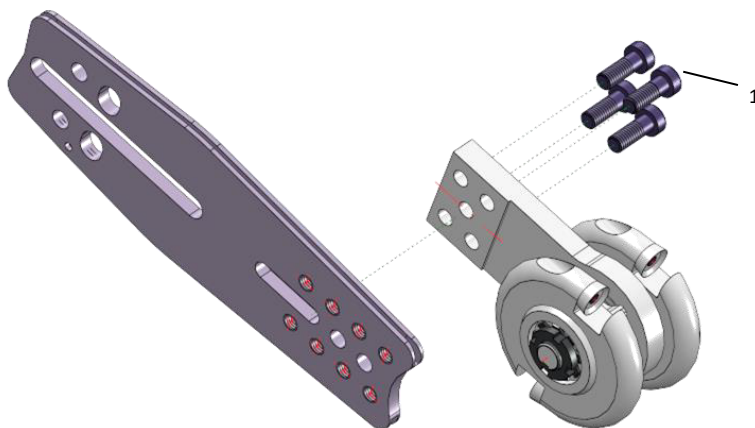

Fig. 1. Montering av kassehullerenheten ETH-C-Mini
- Monter kassehullerenheten med de 4 sylinderskruene (1- fig 1.). For de fleste sagene er posisjonen til den midterste av de to boringene riktig. Hvis kjettingen skulle være for kort eller lang ved spenning av denne, bruk en av de andre posisjonene.